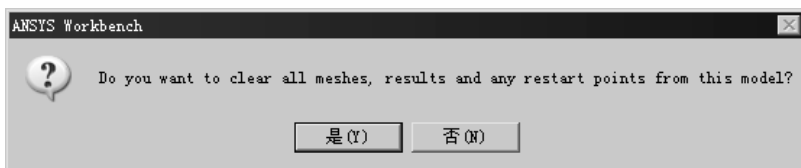

图 5.2.3 “ANSYS Workbench”对话框
如果需要清除几何体中的网格，可以在“Outline”中右击  Mesh，在弹出的快捷菜单中选择  Clear Generated Data 命令，在弹出的图 5.2.3 所示的“ANSYS Workbench”对话框中单击  是(Y) 按钮即可。